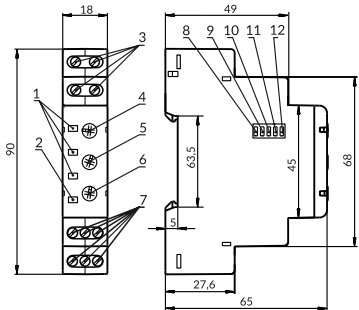

Рисунок 1
1) Переключателями срабатывания защиты (поз. 8 – 11 рис. 1) включите необходимые защиты.
2) Переключателем 380 В / 400 В (поз. 12 рис. 1) установите тип используемой сети.
4) Регулятором U_{ном} ±% (поз.4 рис. 1) установите необходимый порог срабатывания по максимальному и минимальному напряжению в процентах от номинального напряжения питания сети.
5) Регулятором Тоткл (с) (поз.6 рис. 1) установите время срабатывания защиты по максимальному напряжению и по перекосу фаз.
6) Регулятором Твкл (с) (поз.5 рис. 1) установите время АПВ.
1. Если Вы планируете использовать изделие в режиме «Контроль максимального напряжения» (разд. «Работа изделия»), разрыв питания катушки КМ необходимо подключить к клеммам C1-NC1 (C2-NC2) (обратная логика включения). Переключатель U_{max} (поз. 8 рис. 1) переместите в положение «Включено», а переключатели ≡, ∟, U_{min} – в положение «Откл».